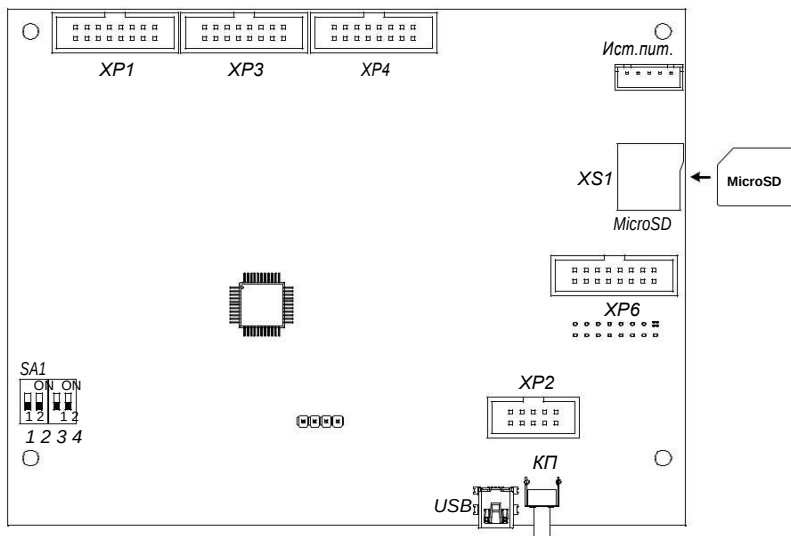

Рис.1 Внешний вид платы контроллера
На плате контроллера (рис.1) расположены:
* - перезагрузку (рестарт) прибора можно так же осуществлять при помощи нажатия на кнопку КР (п.2.1, рис.1). Нажатие на кнопку осуществляется через отверстие на передней панели прибора, расположенное справа от USB порта, тонким предметом, например спичкой;